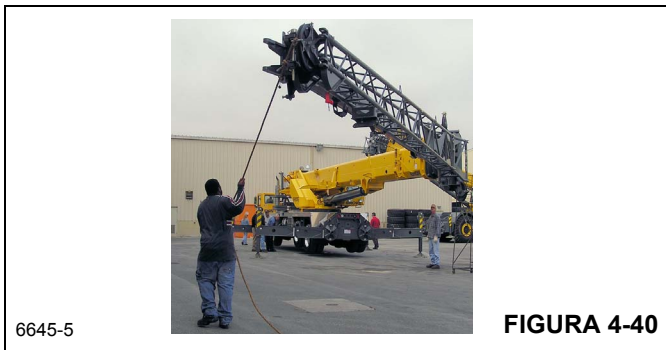

FIGURA 4-40
7. Utilice el cable guía para mantener el control del plumín y gire la extensión hacia la posición de almacenamiento (Figura 4-40).
8. Utilice el cable guía para mantener el plumín bajo control (Figura 4-40) y gire la extensión a su posición de almacenamiento hasta que se pueda fijar el cable guía a la superestructura.